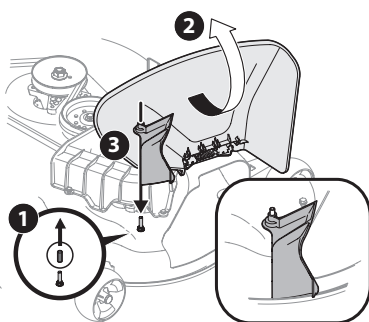

Figure 19
2. Retirez le capuchon de protection en caoutchouc du plateau de coupe, comme illustré au numéro 1 de la Figure 19.
3. Soulevez le déflecteur de goulotte (numéro 2 de la Figure 19) sur le plateau de coupe et maintenez-le en place pendant que vous installez l'adaptateur de goulotte (731-10133) (3), compris dans la trousse de quincaillerie 689-02364, sur le plateau de coupe, comme illustré à la Figure 19.